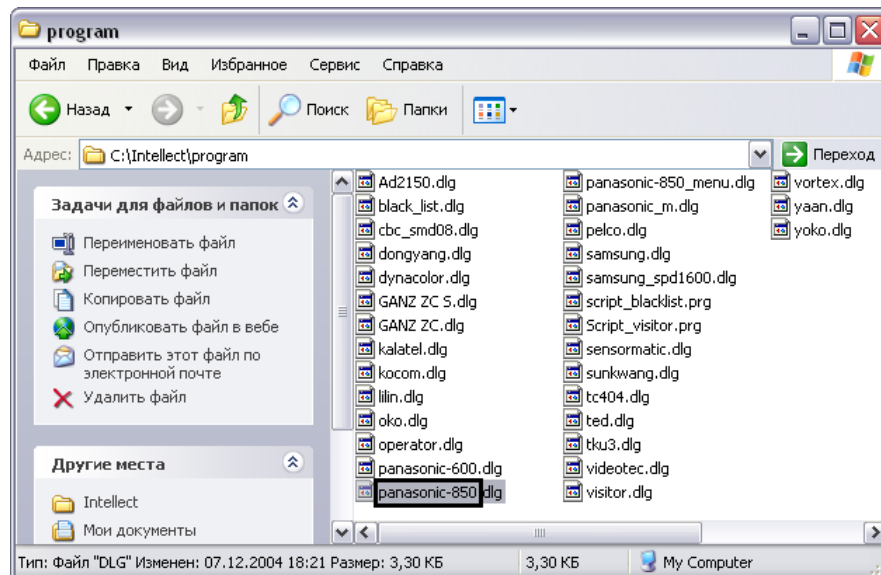

Рис. 3.4—15 Папка «program» каталога установки программы «Интеллект»
- Для активации функции перемещения Окна запроса оператора на экране с помощью мыши требуется установить флажок «Разрешить перемещение» (см. Рис. 3.4—14, 6).